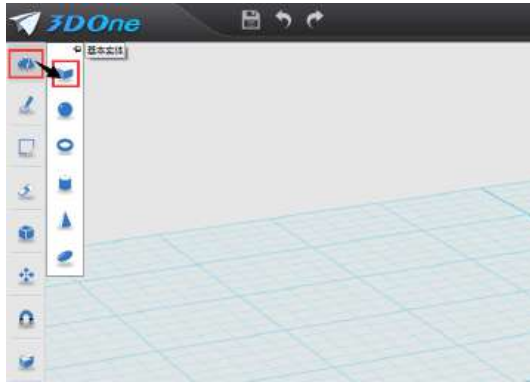
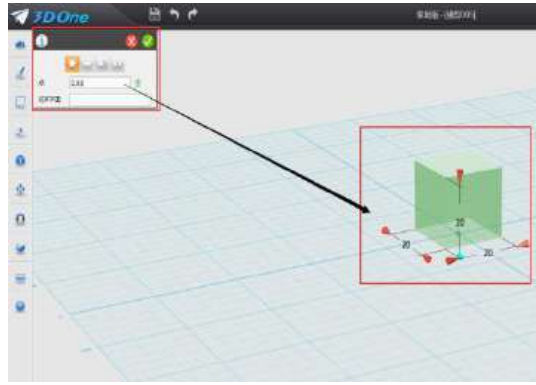

图 2-2
图 2-3
1.建六面体: 六面体命令位于屏幕最左侧，点击“基本实体”图标，再点击“六面体”图标。然后把鼠标从选择框中拖动到建模舞台中，一个初步的“六面体”草图已经形成。如图 2-2 、 图 2-3